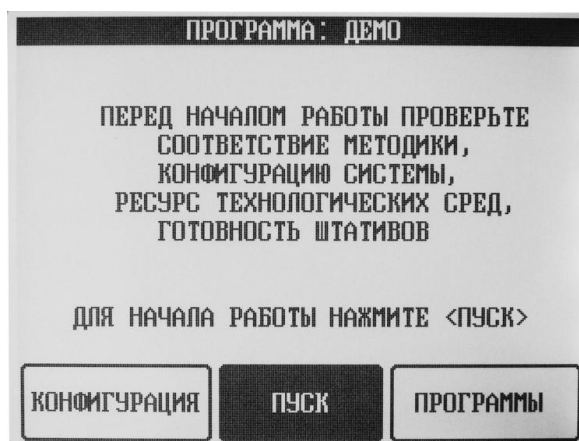

Рисунок 26. Внешний вид экрана главного меню.
7.2. Главное меню позволяет входить в разделы: «КОНФИГУРАЦИЯ», «ТЕХПРОЦЕСС», «ПРОГРАММЫ». Соответствующие кнопки расположены в нижней части экрана (Рисунок 26).